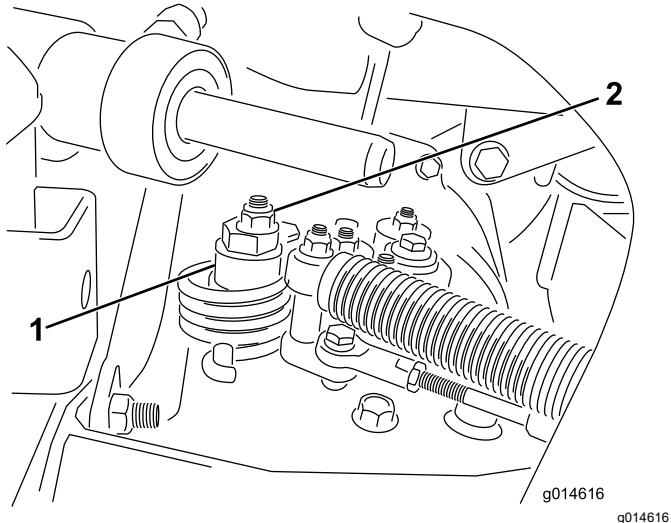

Figura 37
- A. Afloje la tuerca que sujetá el excéntrico a la parte superior del hidrostato (Figura 37).
- C. Gire el excéntrico hasta que no haya movimiento en ningún sentido. Cuando la rueda deje de girar, apriete la tuerca para bloquear el excéntrico y el ajuste (Figura 37). Compruebe el ajuste con el acelerador en las posiciones LENTO y RÁPIDO.